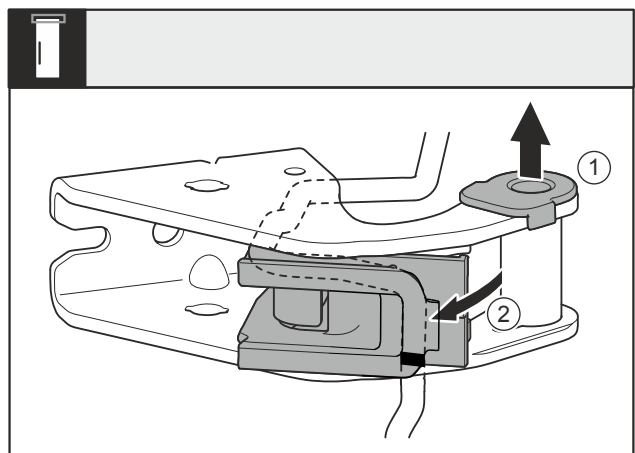

Fig. 30
- Lagerbus Fig. 30 (1) uit de geleiding trekken.
- Kabelhouder Fig. 30 (2) er uit draaien.